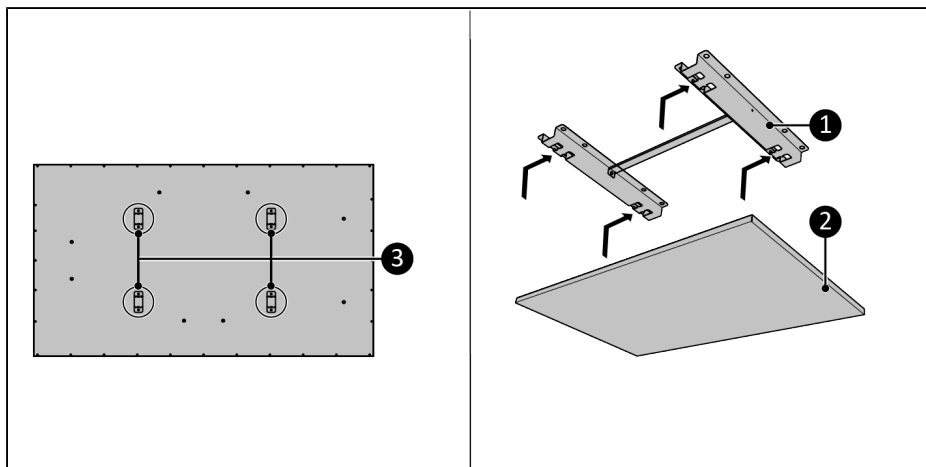

Figure 83.
8. Placez les supports de l'appareil (Figure 83, pos. 3) sur le support au plafond (Figure 83, pos. 1).
9. Glissez l'appareil (Figure 83, pos. 2) dans les ouvertures du support au plafond (Figure 83, pos. 1).